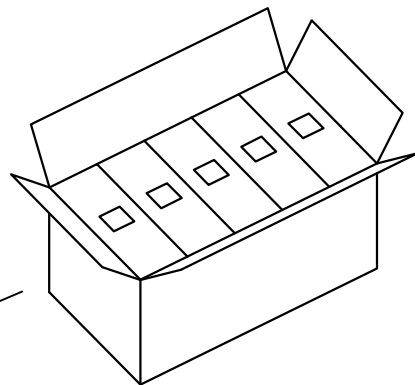

图4 外箱
- 3: 如图4, 每外箱装10内盒, 数量为10X(4X1000pcs)。